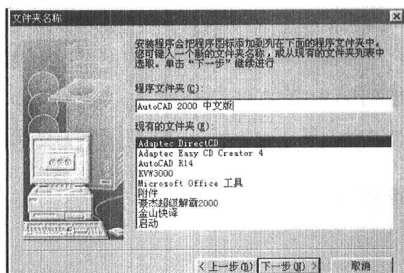

图 1-15
12) 显示程序夹名称为 AutoCAD 2000 中文版,如图 1-15 所示,单击该对话框中的“下